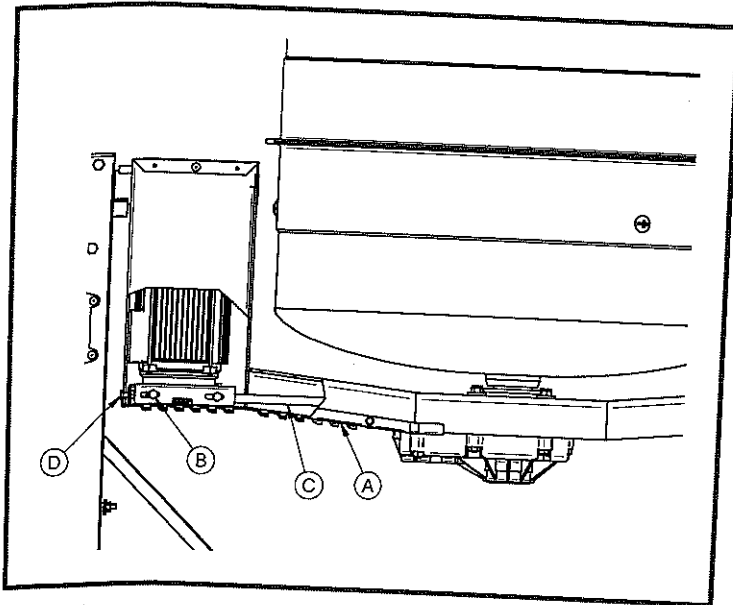

FIG. 4
3. Aflojar los 4 tornillos (ref.B, fig.4) que bloquean el soporte del motor eléctrico y tensar la correa (ref.C, fig.4) con el tornillo (ref.D, fig.4): si la tensión de la correa es correcta, aplicando una fuerza de $F=0.6 \text{ Kg}$ aproximadamente en el centro del tramo libre de la correa, la flecha deberá indicar $f=5 \text{ mm}$ aproximadamente (fig.9).
3. Aflojar los 4 tornillos (ref.B, fig.4) que bloquean el soporte del motor eléctrico y destensar la correa (ref.C, fig.4) con el tornillo (ref.D, fig.4) para extraerla de las poleas del motor eléctrico y del reductor.
5. Tensar la correa con el tornillo (ref.D, fig.4): si la tensión de la correa es correcta, aplicando una fuerza de $F=0.6 \text{ Kg}$ aproximadamente en el centro del tramo libre de la correa, la flecha deberá indicar $f=5 \text{ mm}$ aproximadamente (fig.9).